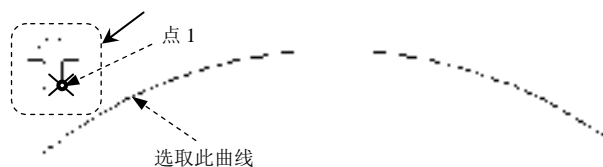

图 6.3.10 选取对象
Step3. 选择对象。在命令行 **选择对象:** 的提示下, 选取图 6.3.10 所示的树形并按 Enter 键以结束选取。
Step4. 选择路径曲线。在命令行 **选择路径曲线:** 的提示下, 选取图 6.3.10 所示的曲线。
Step5. 在命令行 **选择夹点以编辑阵列或 [关联(AS) 方法(M) 基点(B) 切向(T) 项目(I) 行(R) 层(L) 对齐项目(A) Z 方向(Z) 退出(X)] <退出>** 的提示下, 输入 B, 按 Enter 键。
Step6. 定义基点。在命令行 **指定基点或 [关键点(K)] <路径曲线的终点>** 的提示下, 选取图 6.3.10 所示的点 1 (阵列图形上一点)。
Step7. 定义方向。在命令行 **选择夹点以编辑阵列或 [关联(AS) 方法(M) 基点(B) 切向(T) 项目(I) 行(R) 层(L) 对齐项目(A) Z 方向(Z) 退出(X)] <退出>** 的提示下, 输入 Z 按两次 Enter 键结束定义方向操作。